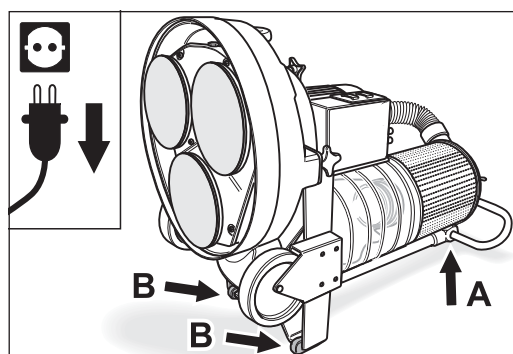

Fig. 6 Inclinarse hacia atrás la máquina para dar acceso a las herramientas. **¡Ponga atención en que la máquina tenga una posición segura!**
- 4 Incline cuidadosamente hacia atrás la máquina en el asidero hasta que la máquina descansa con seguridad sobre el tubo guía y ambas gomas protectoras (Fig. 6). **¡Ponga atención en que la máquina tenga una posición segura!**